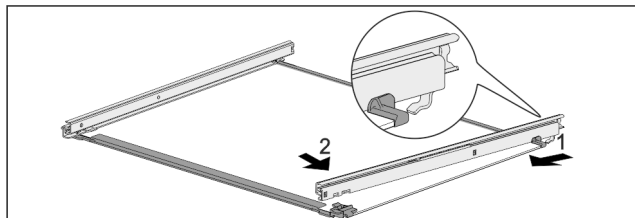

Fig. 123 Скляна пластина з рейками
- Зачепити рейку ззаду. Fig. 123 (1)
- Зафіксувати рейку спереду. Fig. 123 (2)